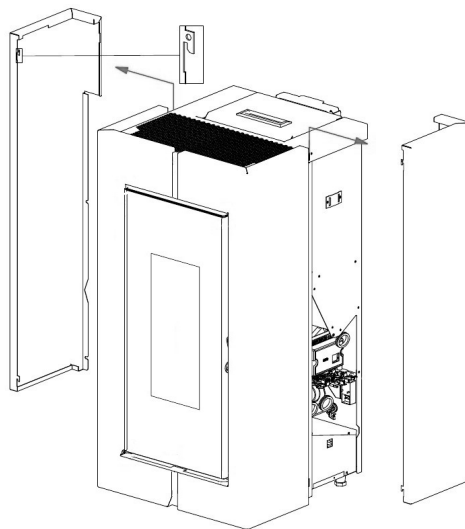

Fig. 52 - Snemite stranice
- Snemite zadnje stranice (gl. **Fig. 52**).